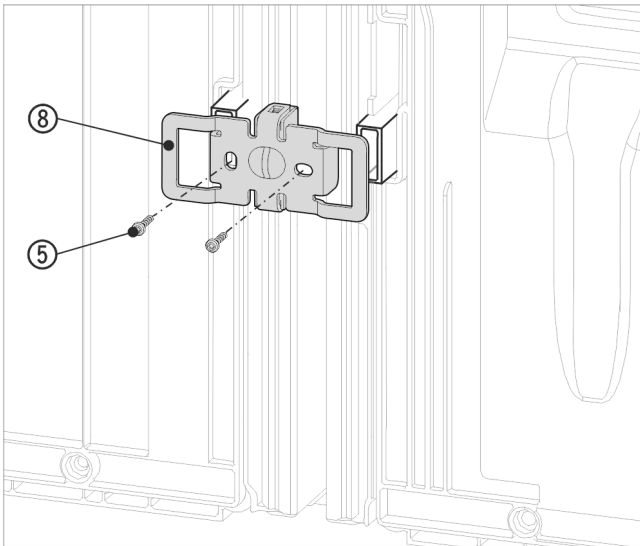

Fig. 19 Przykładowa prezentacja
- ▶ Kątownik Fig. 19 (8) z wycięciami nasunąć ponownie na uchwyt dla elementu dystansowego.
- ▶ Przykręcić przy użyciu 2 śrub Fig. 19 (5).